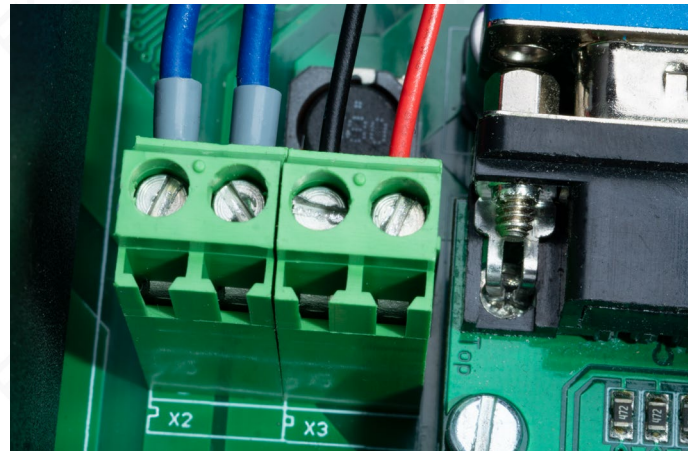

Bild 21: Lüfter angeschlossen an X3. An Klemme X2 der Hauptschalter.
- Schließen Sie den Lüfter an der mit „X3“ bezeichneten Klemme auf der Hauptplatine an. Siehe Bild 21.